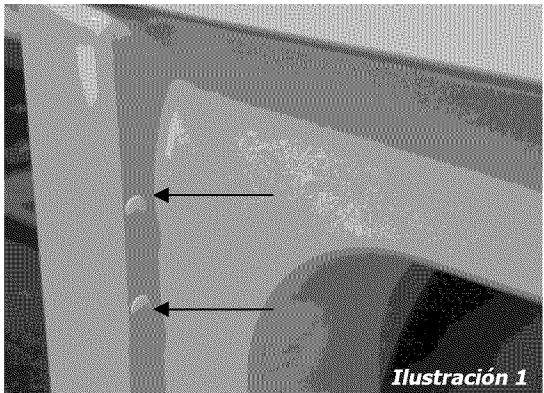

Ilustración 1
- 1 Abra la Puerta y quite los 4 tapones de enfrente a donde se encuentra la bisagra. Consserve todas las piezas para utilizarlas posteriormente, a menos que se especifique lo contrario. (Ilustración 1)